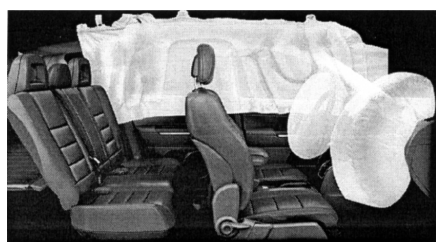

图9-2 多气囊系统
1) 按照气囊的数量分为单气囊系统(只装在驾驶人侧)、双气囊系统(驾驶人和前排乘员侧各有一个安全气囊)和多气囊系统(驾驶人和前排乘员侧安全气囊、侧面安全气囊等)。图9-2所示为多气囊系统轿车。